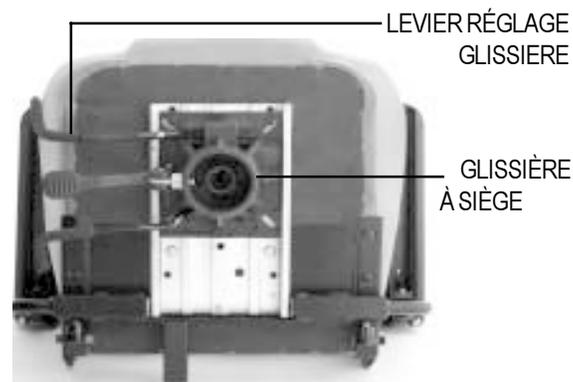

FIGURE 14. GLISSIÈRE A SIÈGE
1. Débloquez le siège à l'aide du levier. Voir la figure 14.